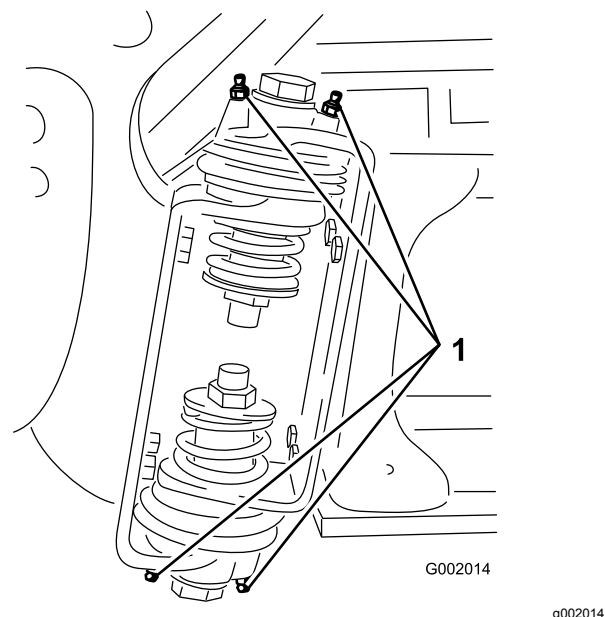

Figure 63
2. Injectez la graisse dans le roulement ou la bague au niveau de chaque graisseur (Figure 63).